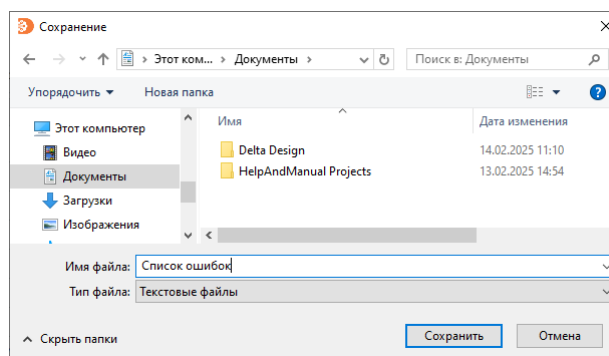

Рис. 515 Сохранение файла
2. В отобразившемся окне проводника выберите директорию сохранения файла, введите имя и нажмите кнопку «Сохранить», см. Рис. 515.